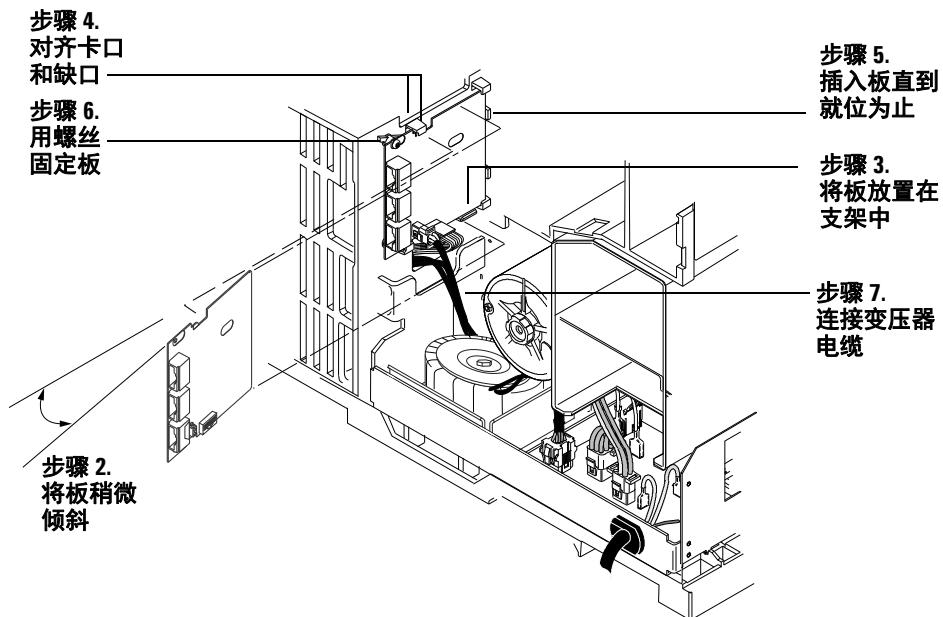
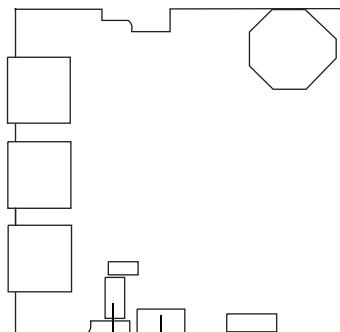
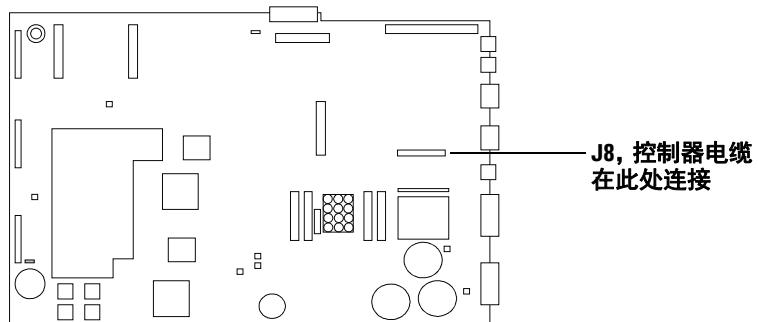

图 33 安装 ALS 接口板
图 34 ALS 接口接头
图 36 GC 主电路板
2 在竖直方向上稍微倾斜板 (图 33)。
- 6 用两个螺丝将板固定到机箱。不应对着锁定卡口重压或弯曲板 (图 33)。
(图 33 和图 34)。
9 将控制器 PCB 电缆（部件号 G2612-60510）连接到 J8 上的主电路板和 P5 上的 ALS 接口板。让电缆经过主电路板上的缺口（图 34 和 图 36）。